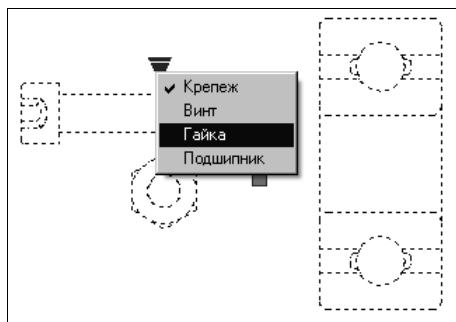

Рис. 17.23. Выбор состояния видимости динамического блока из меню
13. Для проверки настроек полученного динамического блока вызовите окно тестирования блока. Щелкните на любом из объектов блока, чтобы появилась ручка параметра **Visibility** (Видимость). Щелчок на этой ручке вызывает меню, из которого можно выбрать нужное состояние видимости (рис. 17.23).